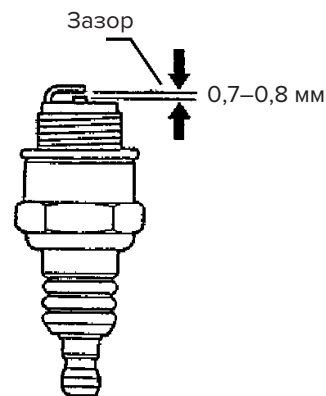

Рис. 19. Зазор свечи зажигания
4. Снимите и очистите свечу зажигания (см. рис. 19), затем отрегулируйте искровой зазор до 0,028~0,031 дюйма (0,6~0,7 мм). Этот агрегат имеет электронное зажигание, не требующее регулировок.